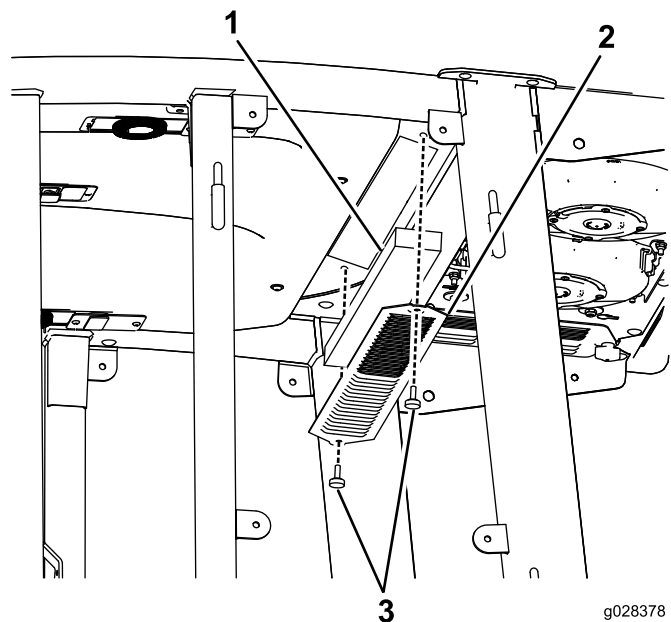

Figura 55
1. Rimuovete le viti e le griglie sia dal filtro dell'aria interno alla cabina, sia da quello sulla parte posteriore della cabina (Figura 55).